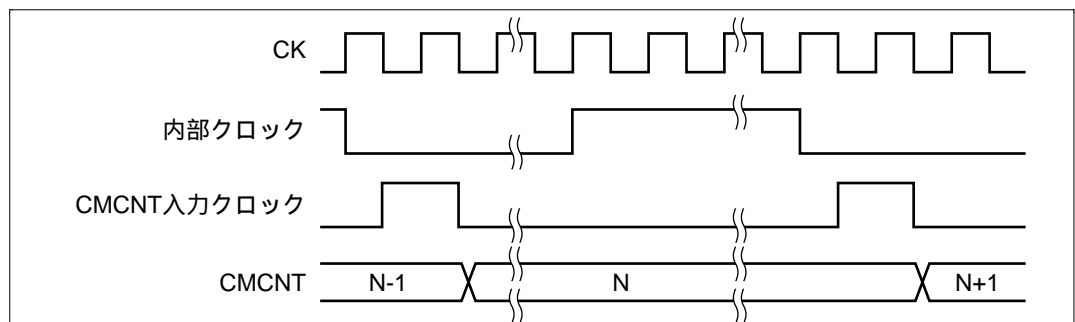

図 17.3 カウントタイミング
CMCSR の CKS1、CKS0 ビットにより、システムクロック (CK) を分周した 4 種類のクロック (/ 8、 / 32、 / 128、 / 512) が選択できます。このときのタイミングを図 17.3 に示します。